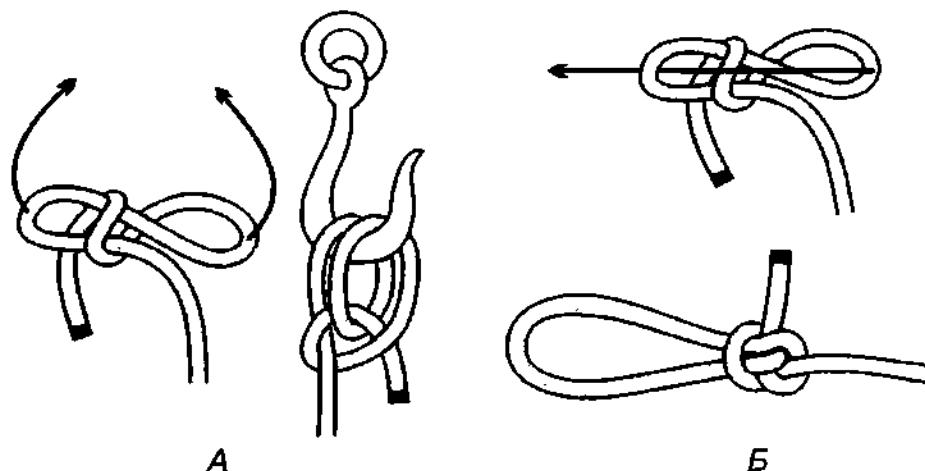
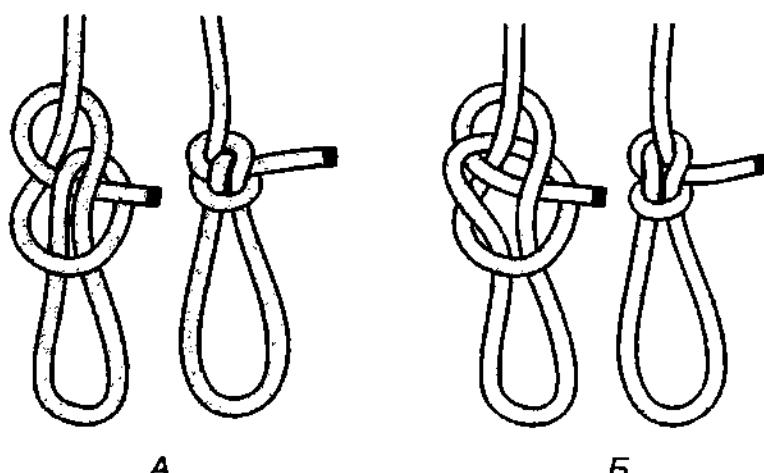

Рис. 168. Если у **стропового узла** одну петлю проложить в другую, то получится **строповая петля**. А – **строповый узел**; Б – **строповая петля**.
Рис. 169. А – **строповая петля**; Б – **совершенная петля**.
**Строповая петля** – это **строповый узел** (узел для крепления верёвки к опоре), у которого петли проложены друг в друга (рис. 168). **Строповая петля** очень похожа на **совершенную петлю** и у них похожие свойства (рис. 169). Они и завязываются почти одинаково, но в основе совер-